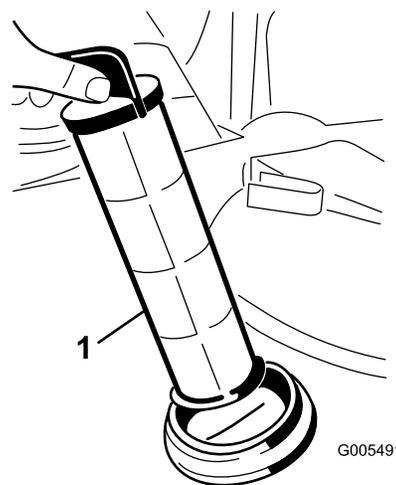

Рисунок 67
4. Извлеките сетчатый фильтр линии всасывания из его корпуса в баке (Рисунок 67).